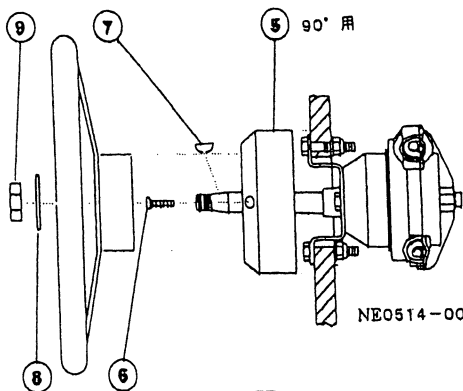

図5
- (1) 図5のように⑤のベゼルをヘルムシャフトに通し、⑥の2本のタッピンネジを使いベゼルの固定して下さい。
- (2) 締め過ぎますとベゼルのクラックが発生したり、ネジ山をなめてしまいますのでご注意下さい。